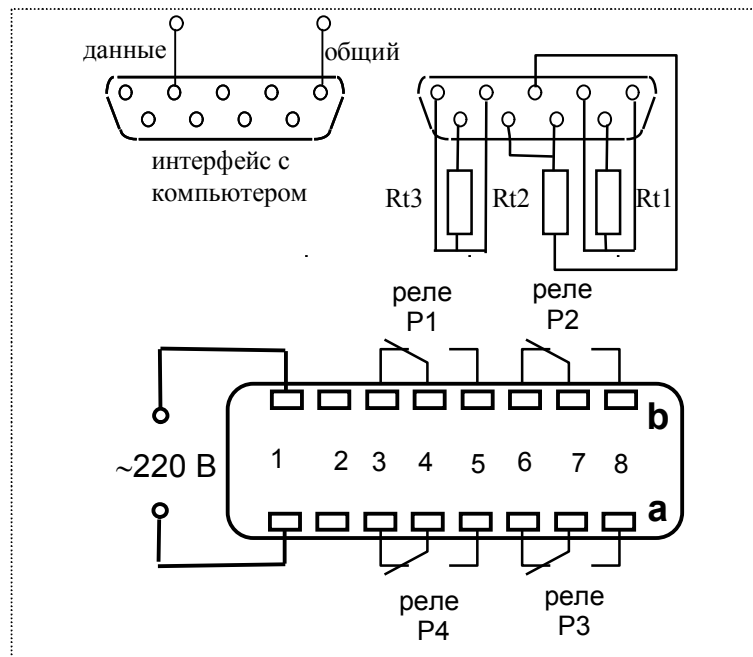

Рис. 2
4.1 Подключить прибор согласно Рис.2 ПРИЛОЖЕНИЯ при выключенном общем питании. Проверить правильность подключения прибора и заземления.